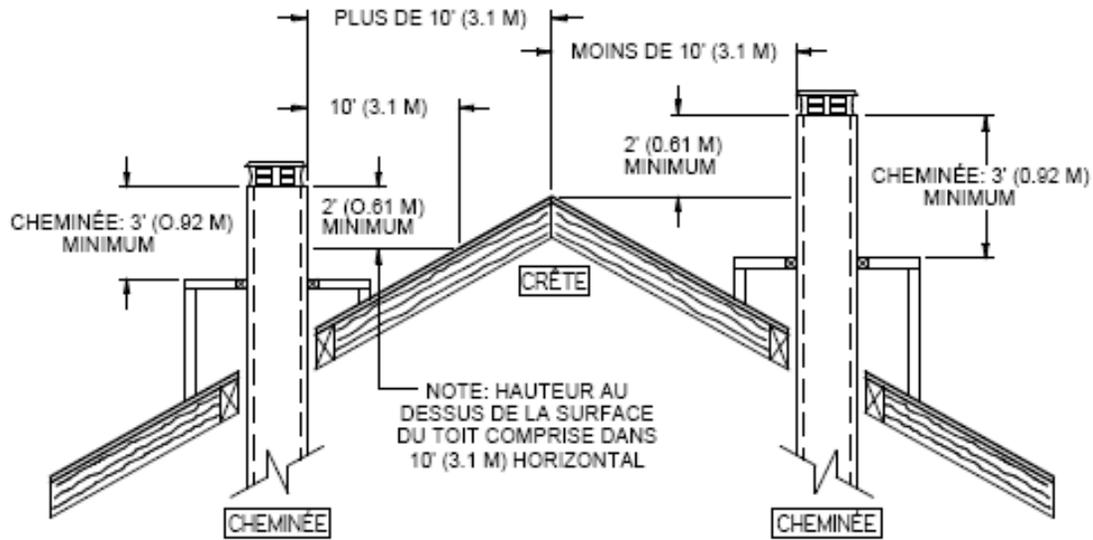

Figure 6.1c
12. Lorsque vous construisez un habillage de cheminée sur le toit, la cheminée doit dépasser d'au moins 3 pieds (92 cm) au-dessus de l'habillage de cheminée et d'au moins 2 pieds (61 cm) tout mur, toit ou édifice situé à moins de 10 pieds (3,1 m). Consultez les Figure 6.1c et 6.1d pour déterminer la configuration qui s'applique à votre toit (toit en pente ou plat et distance entre la cheminée et le point le plus élevé du toit et/ou la cheminée la plus proche.)